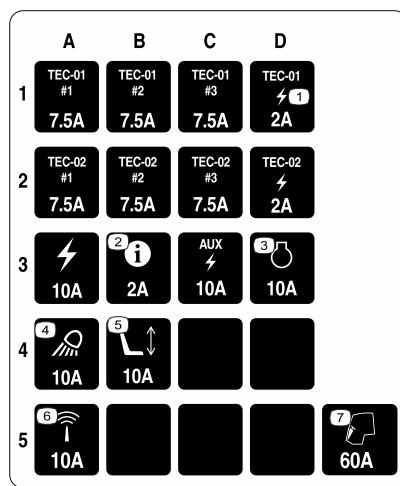

Figure 78
3. Remplacez le fusible défectueux (Figure 78) par un fusible de même type et de même intensité.